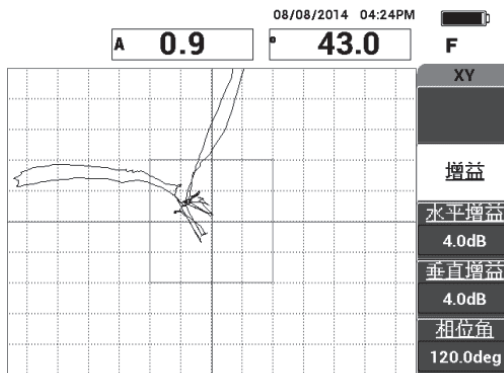

图 6-7 在脱粘区域的扫查
3. 在远端和近端脱粘的区域上扫查，然后在继续使用探头扫查脱粘缺陷的过程中，按**冻结**键（）（参见第 118 页的图 6-7）。